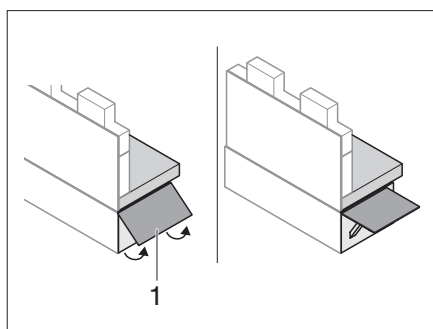

Bild 141 Fäll ut sittbänksförlängning
- Fäll upp sittbänksförlängning (Bild 141,1).
- Skjut in upplåsningfliken och fäll in sittbänksförlängning (Bild 141,1).